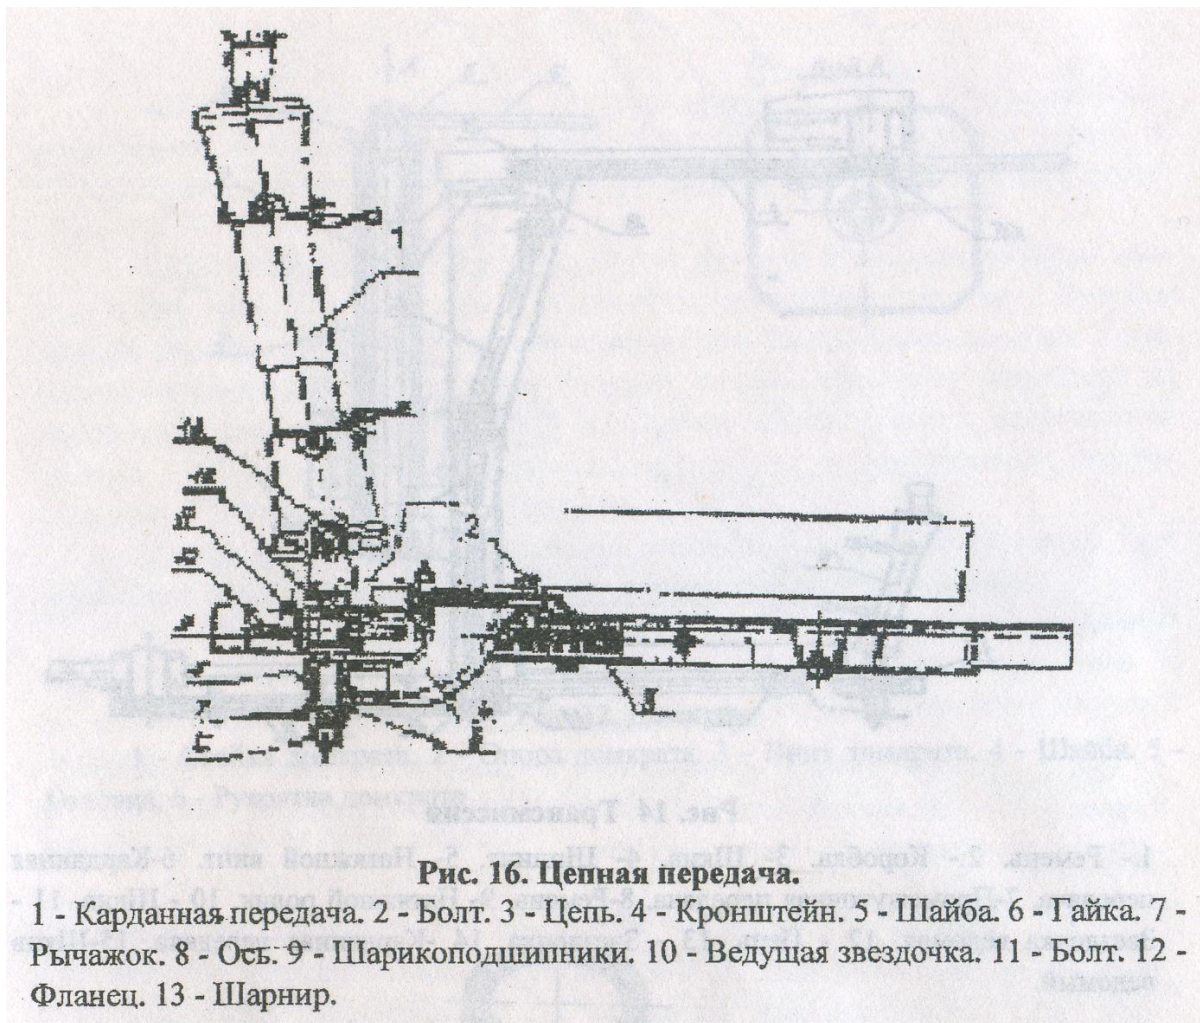

Рис. 16. Цепная передача.
4.4.2. Фланец 12 шарнира 13 болтами, прикреплён к ведущей звёздочке 10 цепной передачи (рис. 16). Ведущая звёздочка установлена на шарикоподшипниках 9, установленных на эксцентриковой оси 8. Ось крепится неподвижно в литом кронштейне 4 посредством рифлёной шайбы 5, рычажка 7, который рифами соединён с шайбой 5, а квадратным отверстием
5.1.15. Присоедините болтами 11 (рис. 16) и пружинными шайбами фланец передачи к ведущей звездочке 10.